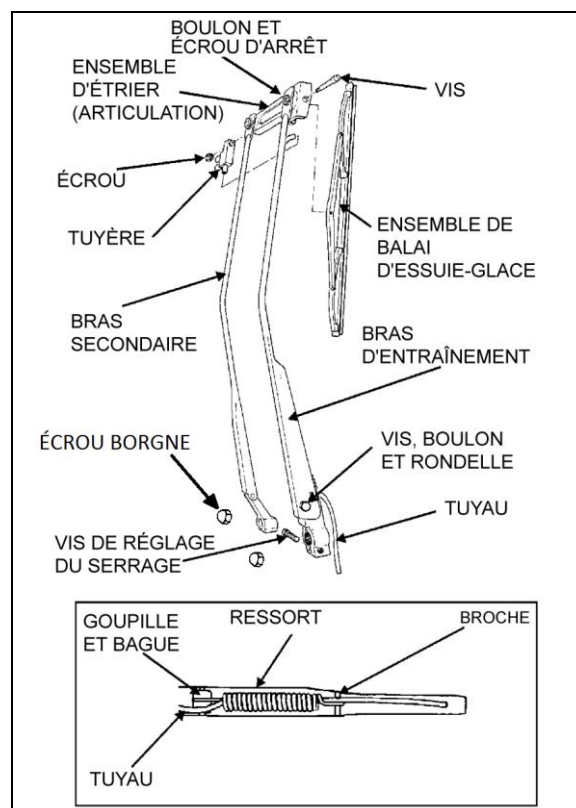

FIGURE 38: ESSUIE-GLACE INFÉRIEUR 23086
1. Enlever les écrous borgnes des axes de pivot du bras d'essuie-glace (Figure 38).